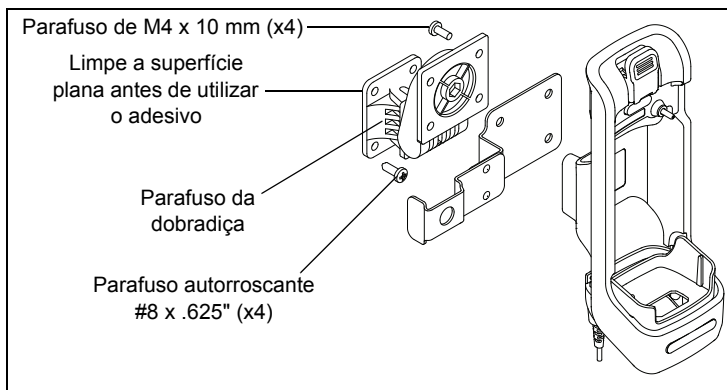

Figura 1: Base para veículos, suporte RSM e suporte de montagem
Durante a instalação da Base para veículos, utilize o seguinte procedimento ou efetue as modificações necessárias a esse veículo em particular. Consulte a Figura 1 acima:
5. Fixe a base à outra metade do suporte com os quatro parafusos de M4 x 10 mm, podendo optar por instalar o suporte RSM no meio ou instalá-lo em separado, como apresentado na Figura 1.